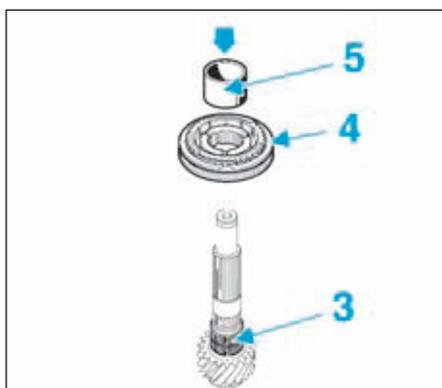

FIG.29
- Poser la cage à aiguilles (3) (Fig.29).
- Reposer le moyeu baladeur de 5° (4) à l'aide d'un mandrin de diamètre approprié (indice "N") approprié faisant du coffret [2] puis aligner les encoches du moyeu avec celles de l'anneau de synchronisation.
- Poser la bague sous pignon fou de cinquième (5) à l'aide d'un mandrin de diamètre approprié (indice "N") et appliquer une pression de 5 tonnes avec la presse d'atelier.